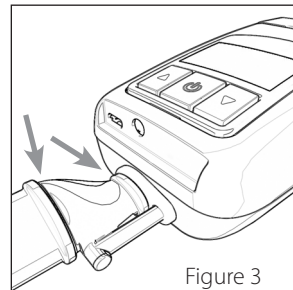

Figure 3
3. Vérifiez que tous les raccords sont bien serrés pour éviter les fuites d'air. (Figure 3)